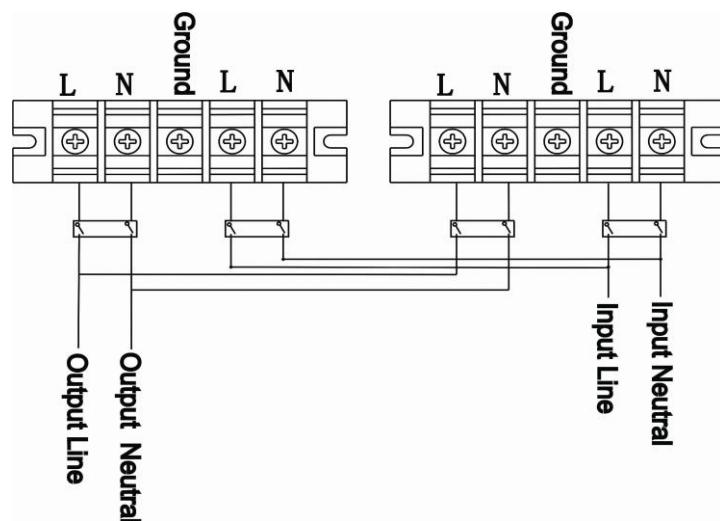

Figura 7: Collegamento del cavo di alimentazione
3. Collegare tutti gli interruttori di uscita a un interruttore di uscita principale. Quindi questo importante interruttore di uscita si collegherà direttamente ai carichi. Fare riferimento alla **Figura 7**.